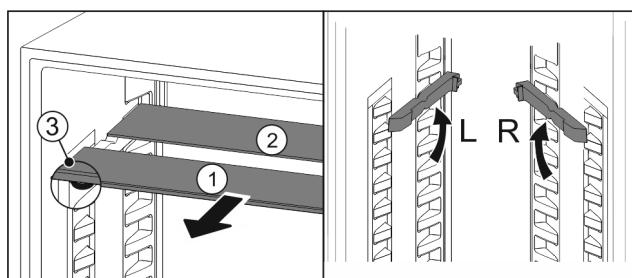

Fig. 99
- По одной извлеките Fig. 99 (1) стеклянные панели движением вперед.
- Стеклянная панель Fig. 99 (1) с декоративной планкой лежит спереди.
- Стопоры Fig. 99 (3) показывают вниз.